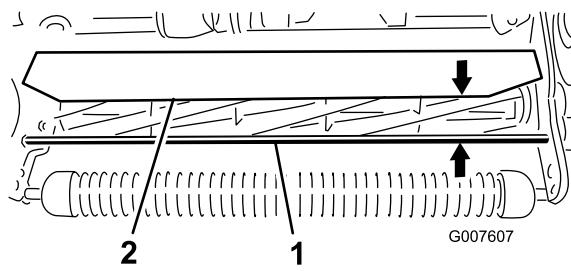

Figure 53
1. Mesurez la distance entre le haut de la tige de support avant et le rebord avant du déflecteur, à chaque extrémité de l'unité de coupe (Figure 53).